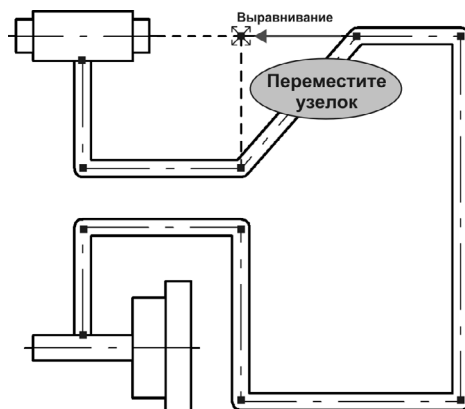

Рис. 59.86.
10. Перетащите мышью последнюю характерную точку, как это показано на рис. 59.86.